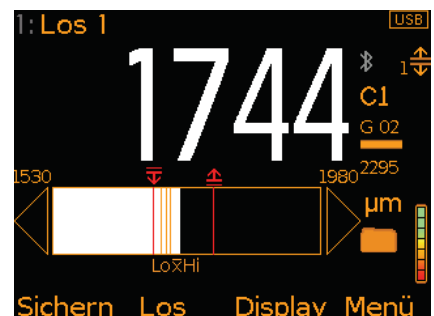

Bild 9: Messwerte und Balkendiagramm
- **Balkendiagramm - Modell T (Bild 9):** Eine analoge Darstellung des aktuellen Messwerts zusammen mit dem höchsten (Hi), niedrigsten (Lo) und durchschnittlichen (\bar{x}) Messwert. Das Diagramm wird beim Erfassen jedes Messwerts automatisch aktualisiert.